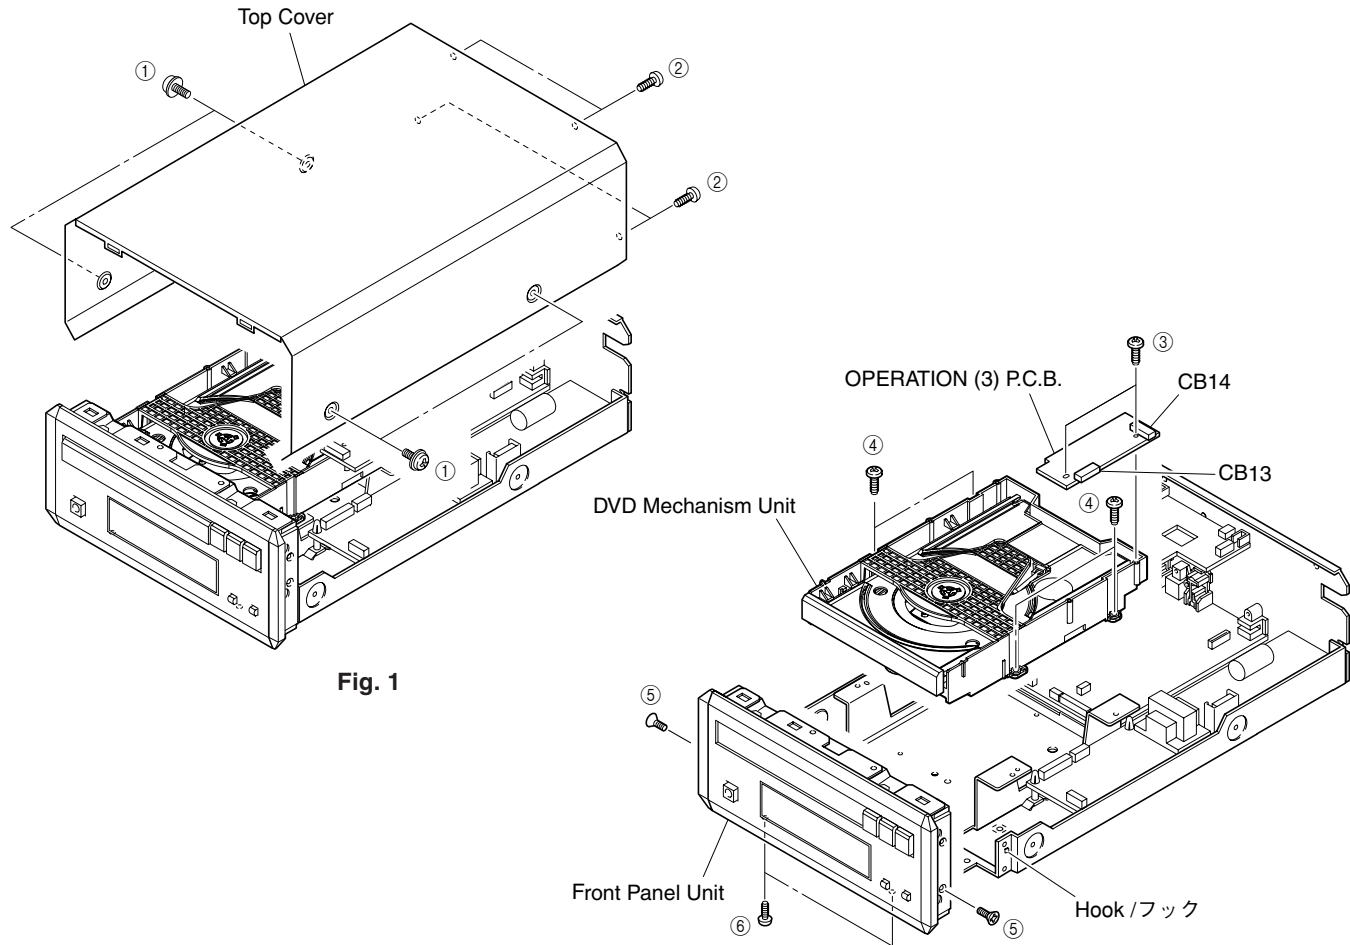

Fig. 1
- a. Remove 4 screws (①), 4 screws (②) in Fig. 1.
- a. ①のネジ4本、②のネジ4本を外します。(Fig. 1)